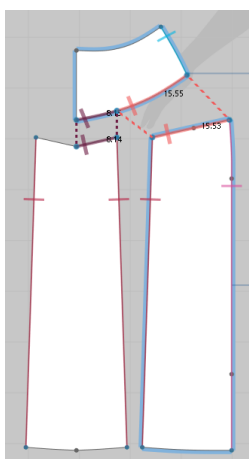
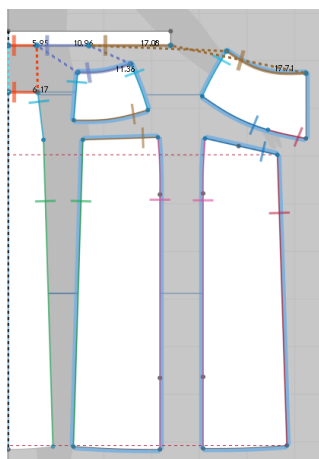

图 4-1-28 育克部位 1:N 缝合
图 4-1-29 腰头部位 1:N 缝合
① 选择 2D 视窗工具栏中“自由缝纫”工具，左键单击后育克片的育克分割线与后中交点，沿育克分割线移动至育克分割线与侧缝交点单击，选中后育克片的育克分割线。
② 按住“Shift”键，从后中片的育克分割线与后中交点单击，移动至侧边竖向分割线点单击；然后从后侧片的育克分割线与竖向分割线交点单击，沿育克分割线移动至与侧边线交点单击，松开“Shift”键，完成后育克与后中片、后侧片在育克分割处的缝合，如图 4-1-28 所示。
③ 选择 2D 视窗工具栏中“自由缝纫”工具，左键单击腰头前中点，沿腰线向右移动至后中点再次单击选中右侧腰线。
④ 按住“Shift”键，从前中片的前中点单击，沿腰线向右依次单击前中片侧点、前育克两个端点以及后育克两个端点，松开“Shift”键，完成腰头与前中片、前育克和后育克的缝合，如图 4-1-29 所示。